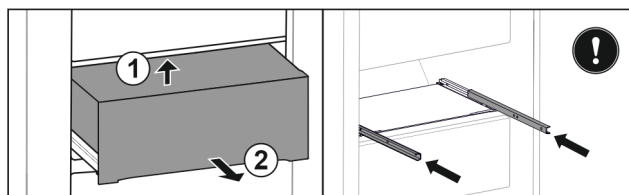

Fig. 114
- Tõstke sahtlit taga altpoolt üles. Fig. 114 (1)
- Võtke sahtel ettepoole välja. Fig. 114 (2)